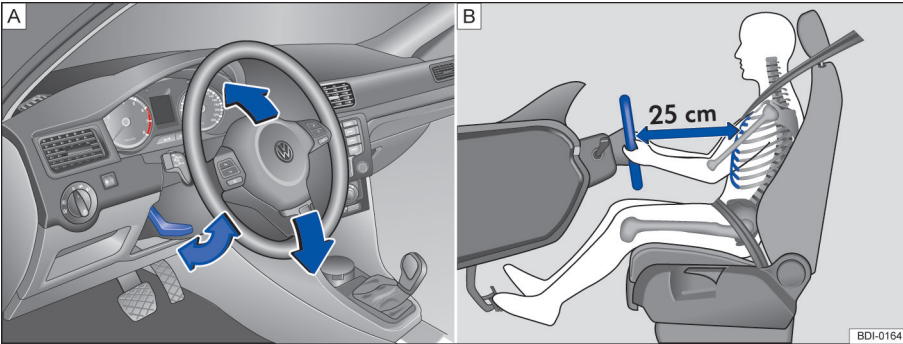

图 48 (A) 调节方向盘位置、(B) 示意图：驾驶员的正确坐姿
- 调整好驾驶员座椅或方向盘，使方向盘与胸部之间的距离至少为 25cm ⇒ 图 48(B)。如果没有保持上述最小距离，则安全气囊系统无法对您进行保护，会有生命危险！